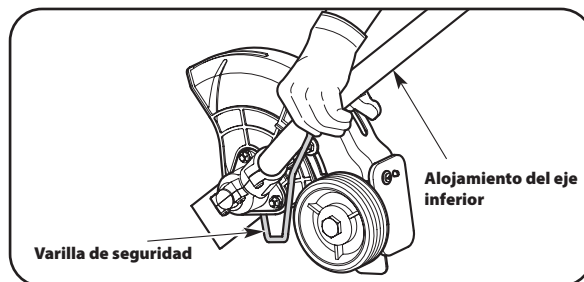

Figura 4
3. Mientras sostiene la varilla de seguridad, afloje la tuerca de seguridad girándola en el sentido de las agujas del reloj con una llave de 13 mm. Consulte la Figura 4.
6. Mientras sostiene la varilla de seguridad, ajuste la tuerca de seguridad girándola en sentido contrario a las agujas del reloj. Consulte la Figura 4. Asegúrese de que la cuchilla de la bordeadora se mantiene plana y centrada contra el eje de salida mientras aprieta la tuerca de seguridad. Si tiene una llave dinamométrica, ajuste la tuerca de seguridad a 325-335 pulg.-libras (37-38 N·m). Si no tiene una llave dinamométrica, ajuste la tuerca de seguridad con una llave de 13 mm, hasta que la tuerca de seguridad haga presión contra el retenedor de la cuchilla y la cuchilla de la bordeadora quede ajustada. Asegúrese de que la cuchilla de la bordeadora esté instalada correctamente, luego rote la tuerca 1/4-1/2 giro más.